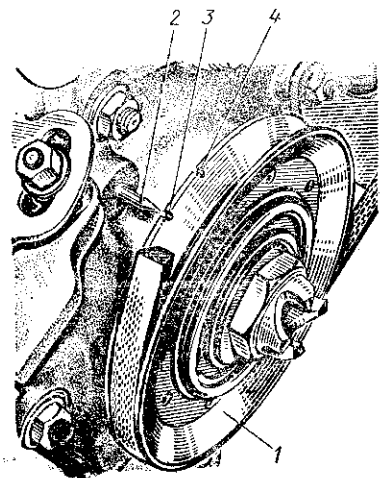

Рис. 50. Установочные метки на ободе ведущего шкива коленчатого вала:
2. Установите поршень первого цилиндра (считая от радиатора) в верхнюю мертвую точку (в. м. т.) такта сжатия (оба клапана закрыты), провернув пусковой рукояткой коленчатый вал двигателя так, чтобы метка 3 (рис. 50), вторая при отсчете по направлению вращения коленчатого вала, нанесенная на шкиве 1 и имеющая форму конусного углубления, совместилась с острием штифта 2, закрепленного на нижней крышке картера цепного привода газораспределения.